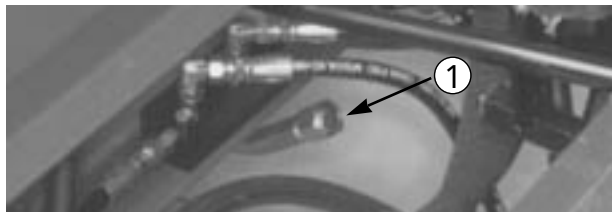

図 17
3. 注油口のネック (図17) からディップスティック キャップを抜き、ウェスで拭いてからもう一度差し込んで引き抜き、オイルの量を点検する：マークから 12 mm 以内になれば補給する。入れすぎに注意。マークより 6 mm 上を上限とする。